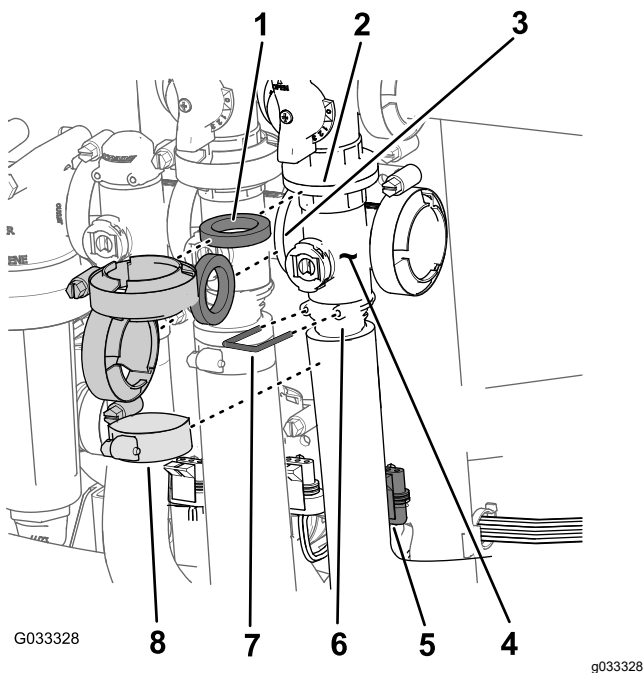

Bild 71
1. Entfernen Sie die Klemmen und Dichtungen, mit denen der Verteiler für das Hauptabschnittventil (Bild 71) am Sicherheitsventil des Hauptabschnitts, am Rührwerkventil und am Ventils des Hauptabschnittverteilers (am Ende des Schlauchs für das Durchflussmessgerät) befestigt ist.
2. Entfernen Sie den Halter, mit dem das Auslaufanschlusstück am Verteiler für das Hauptabschnittventil befestigt ist (Bild 71).